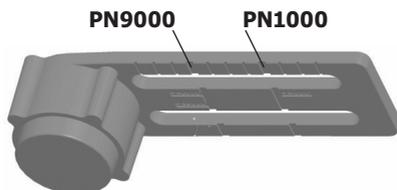

Рис. 20 Маркировка рамки магнита
5.2.2 Передвигайте магнит (2) по пазам рамки (рис. 19) так, чтобы он занял правильное положение. Если вы используете пневмопривод Spirax Sarco, соответствующую маркировку вы найдёте на рамке магнита (рис. 20).